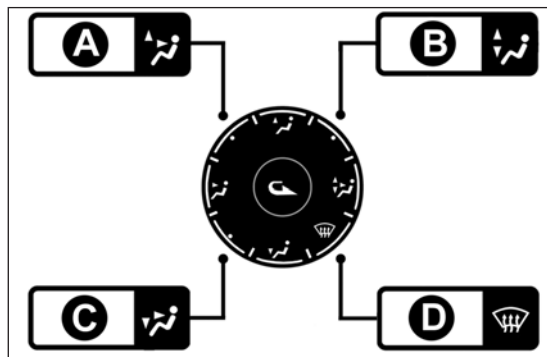

fig. 37
- ❑ ruota la manopola E su  con possibilità di passaggio alla posizione  (B fig. 37) nel caso in cui non noti accenni di appannamento;
Sono inoltre previste altre 4 posizioni (vedi schema sotto riportato fig. 37):